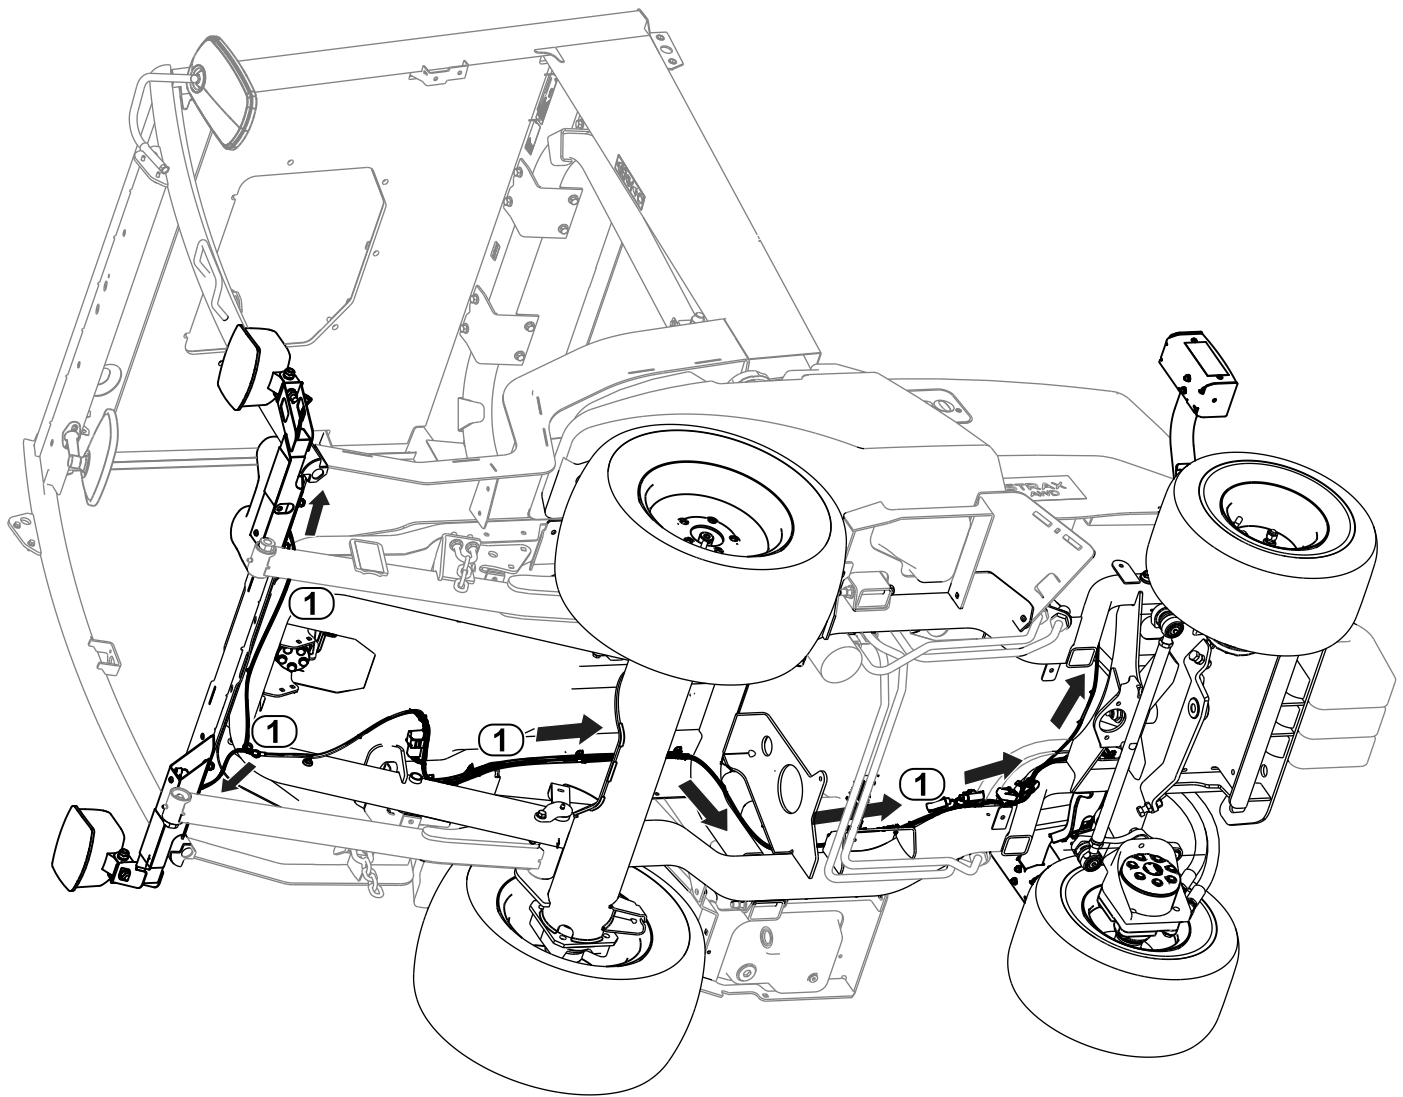

Figura 35
1. Instradate il connettore del cablaggio preassemblato con l'etichetta FRONT LIGHT LH (P04) verso la parte sinistra dell'unità. Collegate il cablaggio alla luce (Figura 35).
2. Instradate il connettore del cablaggio preassemblato con l'etichetta FRONT LIGHT RH (P05) verso la parte destra dell'unità. Collegate il cablaggio alla luce (Figura 35).
3. Instradate il connettore del cablaggio preassemblato con l'etichetta REAR LIGHT LH (P01) verso la parte posteriore sinistra dell'unità (Figura 35).
4. Instradate il connettore del cablaggio preassemblato con l'etichetta REAR LIGHT RH (P02) verso la parte posteriore destra dell'unità (Figura 35).
6. Collegate il connettore del cablaggio preassemblato con l'etichetta REAR LIGHT LH (P01) alla luce posteriore (Figura 35).
7. Collegate il connettore del cablaggio preassemblato con l'etichetta REAR LIGHT RH (P02) alla luce posteriore (Figura 35).